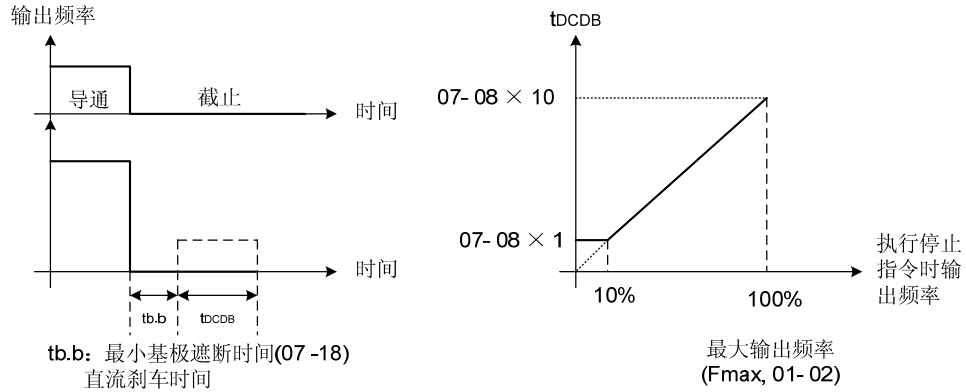

图 4.3.57 直流刹车停止
(3) 07-09=2:
- 图 4.3.57 的直流刹车时间(t_{DCDB})是由 07-08(停止时直流刹车时间)设定值及运转指令移除时的频率所决定。
- 请参照图 4.3.57 以了解直流刹车停止功能。